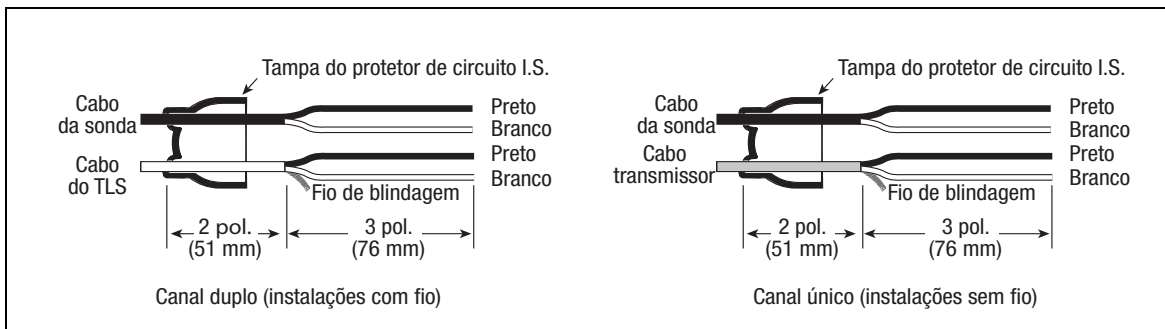

Figura 17. Una as dimensões do comprimento
1. Corte os furos de entrada da tampa da extremidade do invólucro de epóxi e vinil macio do protetor de circuito I.S. adequado para acomodar cada diâmetro de cada cabo. Mantenha o tamanho dos furos o menor possível. Insira cerca de 5 polegadas (127 mm) de cada cabo através das aberturas [Figura 17]. Remova 3 polegadas (76 mm) da jaqueta externa de cada cabo. Corte o isolamento dos condutores.